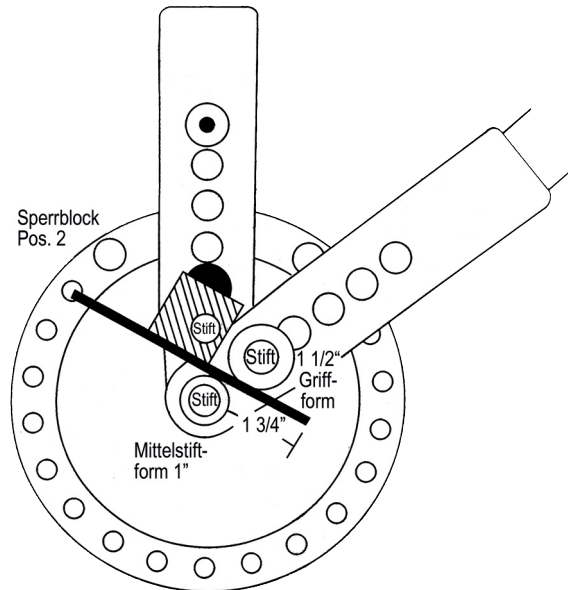

Bild 28
1. Biegung (Bild 28): Ziehen Sie am Griff bis sich das Ende des Stücks um die Griffform gebogen hat.